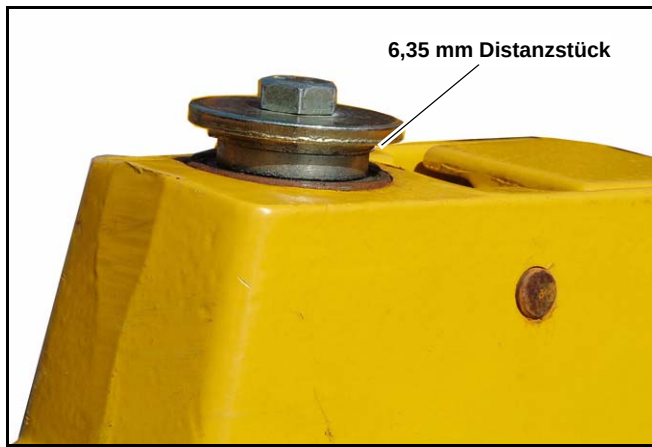
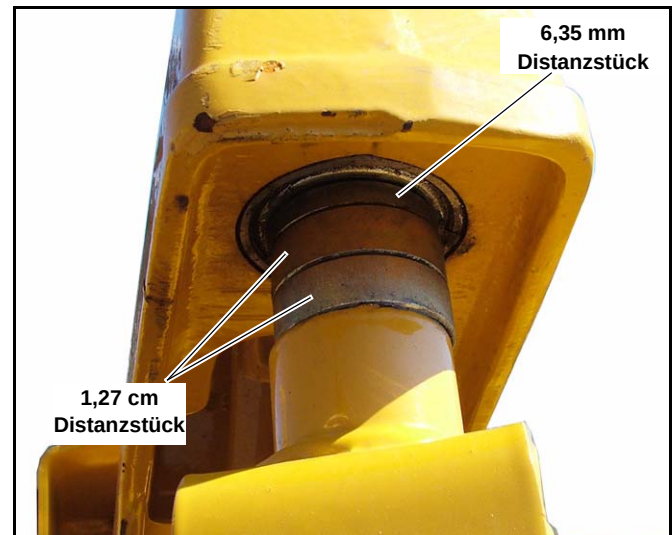

Abb. 3-19
Abb. 3-22
7. Wenn eine Seite des Mähdecks mehr als 6,35 mm höher steht als die andere Seite, senken Sie die hohe Seite des Decks, indem Sie das 6,35 mm Distanzstück von der Unterseite des Schonradgabelnagers auf die Oberseite umsetzen. (Abb. 3-19 und Abb. 3-22)
HINWEIS: Um den Einstellbereich für die Schnitthöhe auf 2,54–12,7 cm zu ändern, setzen Sie die beiden 1,27 cm Distanzstücke von der Unterseite der Schonradlager auf die Oberseite. Abb. 3-22 & Abb. 3-23